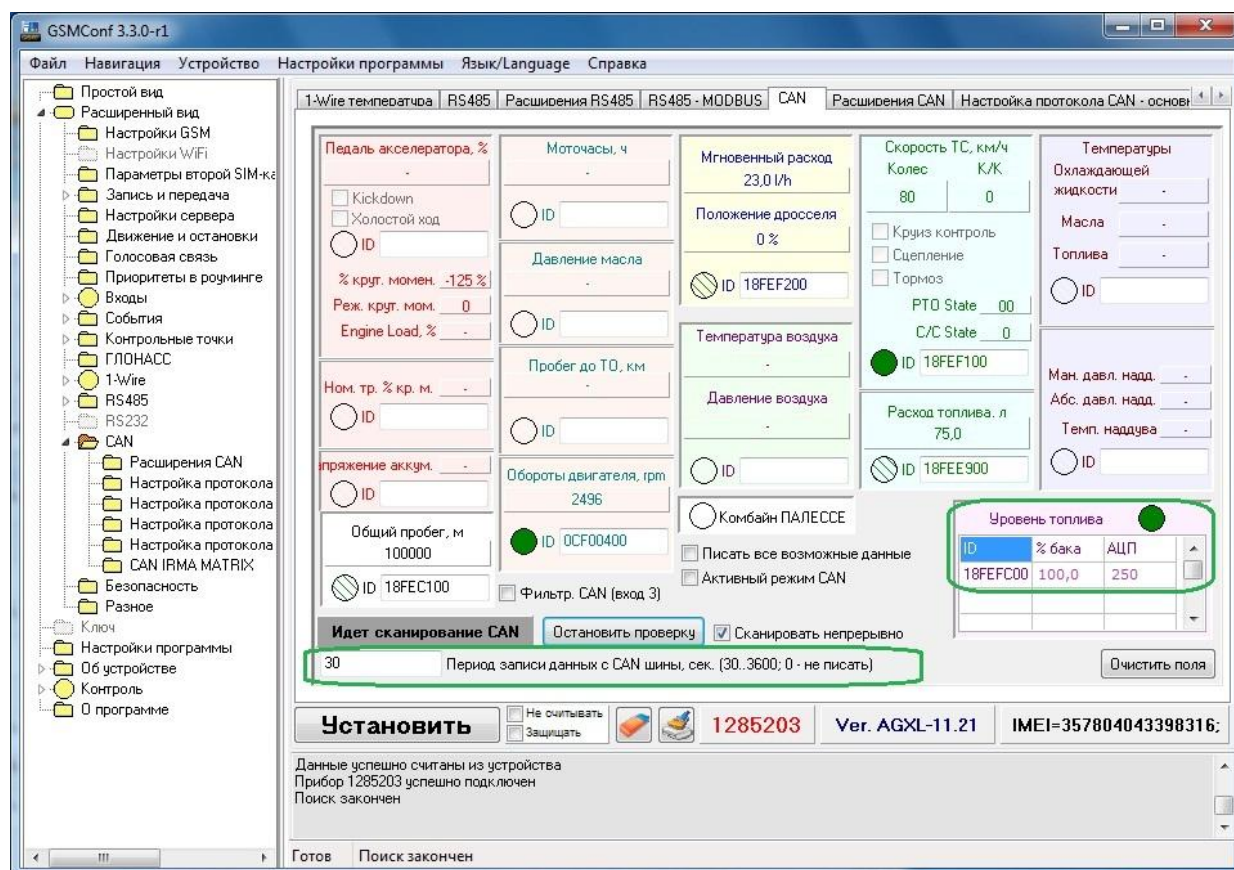

Рисунок 2
3.1.2. На вкладке CAN выставить период записи данных с CAN шины, определить АЦП при полном баке (100%) (Рис. 2):